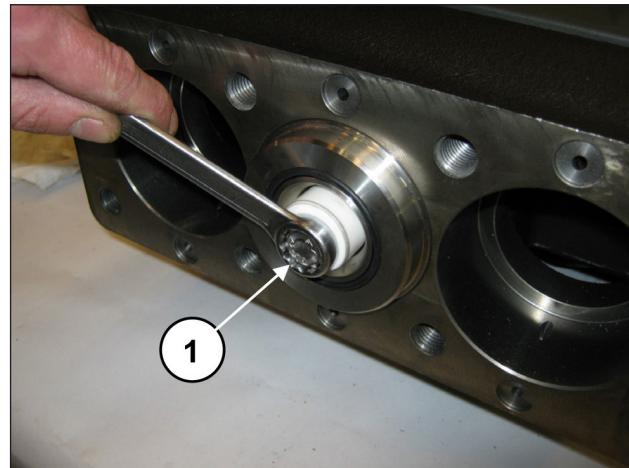

Fig. 168
Démonter les pistons en dévissant les vis de fixation (rep. ①, Fig. 168).